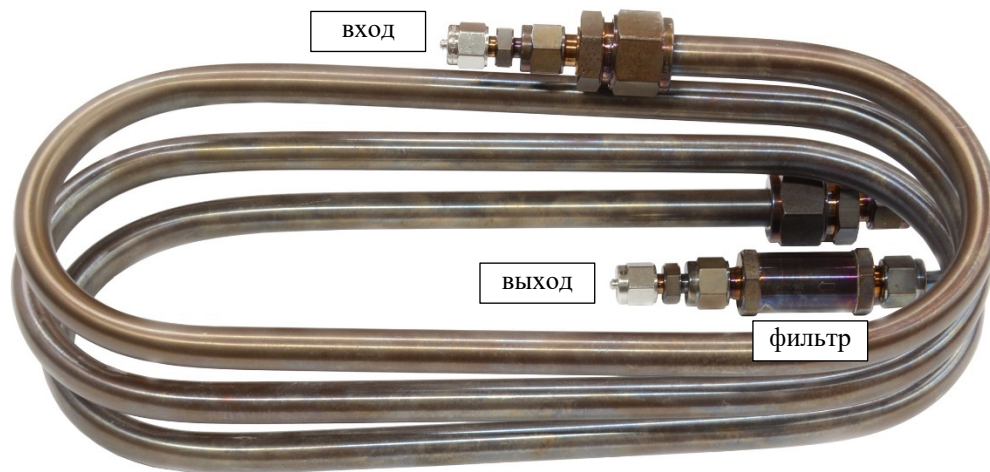

Рисунок 36 – Подключение осушителя.
1.5. Модуль глубокой осушки (осушитель, вторая ступень, Рисунок 36) представляет собой адсорбционный осушитель, позволяющий осушать сжатый воздух, подготовленный первой ступенью до -80 °С и ниже.
- используя гаечный ключ на 12, подключите трубки с маркировкой «ВХОД ОСУШИТЕЛЯ» и «ВЫХОД ОСУШИТЕЛЯ» к соответствующим штуцерам на задней стороне генератора (фильтрующий элемент должен располагаться со стороны выхода осушителя – см. Рисунок 36);
- не дожидаясь стравливания давления из осушителя, сразу подключите трубки к штуцерам осушителя, как показано на рисунке ниже (Рисунок 36, вход осушителя отмечен точечной маркировкой «Вх» или стрелками, на конце выходной трубки имеется фильтрующий элемент).